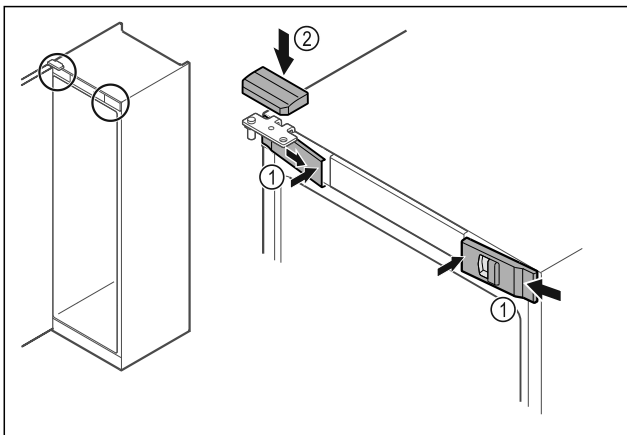

Fig. 51
- Haka fast skydden fram Fig. 51 (1) på sidan och sätt på dem på insidan.
- Sätt på det övre skyddet Fig. 51 (2) uppifrån.